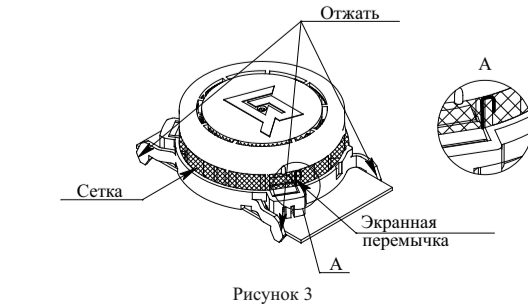

Рисунок 3
- б) разогнуть экранную перемычку (рисунок 3) и отсоединить ее от сетки;